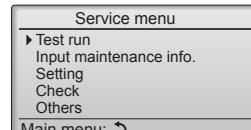

Fig. 7-1
- Seleccione "Test run" (Testar funcio.) no menu Serviço e prima o botão [OK]. (Fig. 7-1)